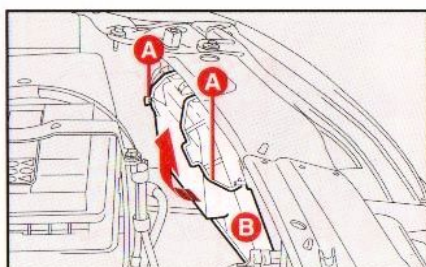

Abb. 18
1) Die Befestigungsfeder **A**, **Abb. 18** aushaken und den Schutzdeckel **B** entfernen.
- 1) Die Befestigungsfeder **A**, **Abb. 18** aushaken und den Schutzdeckel **B** entfernen.